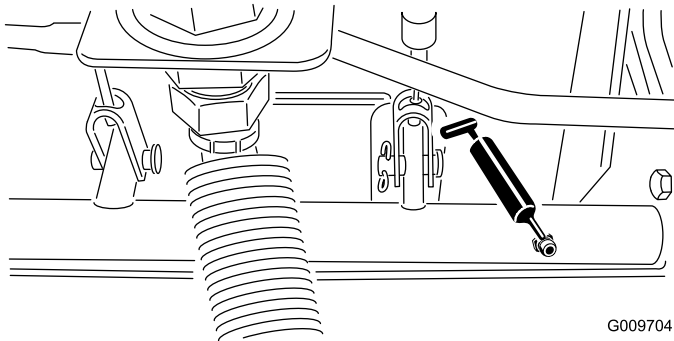

Bild 81
- Bremsstangen-Drehlager (5), wie in Bild 81 abgebildet